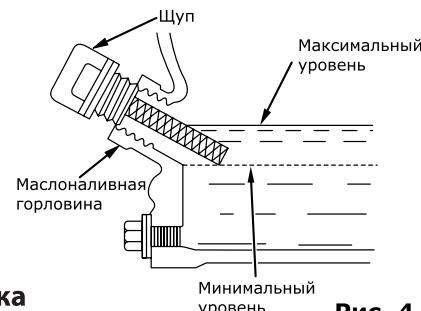

Рис. 4
- вставьте щуп обратно в отверстие маслоналивной горловины и заверните; отверните и извлеките масляный щуп, проверьте уровень масла, медленно долейте масло до нужного уровня по меткам на щупе или краю маслоналивной горловины (рис.4);